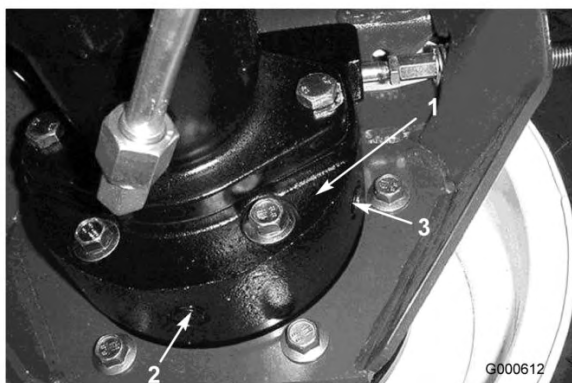

Figura 46
3. Coloque um outro recipiente de escoamento debaixo da estrutura dos travões, que se encontra do lado oposto da roda (Figura 46).